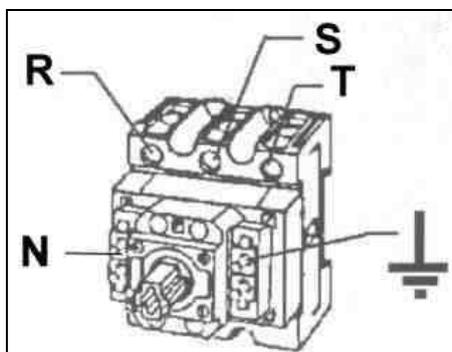

Fig.7.1
Per effettuare il collegamento (vedi Fig.7.1)
- a) porre l'interruttore generale in posizione "OFF" (0);
- d) collegare le tre fasi (R, S, T), il neutro (N) ed il cavo di terra ai rispettivi morsetti dell'interruttore generale (Fig.7.1 part. A) posto all'interno del quadro.